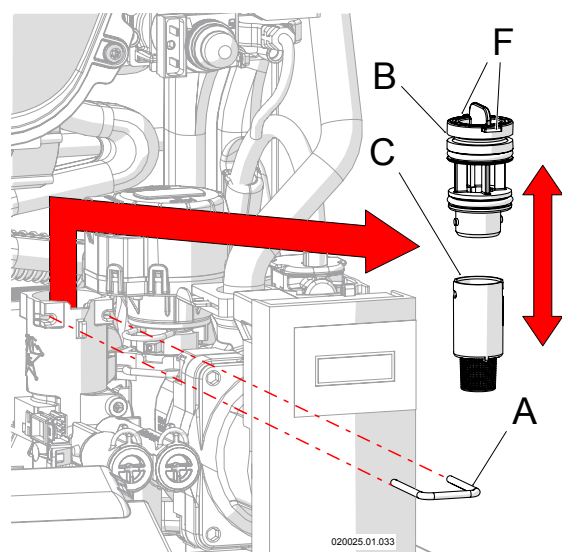

Figura 71
1. - Quando non è diversamente specificato fare riferimento a Figura 71;